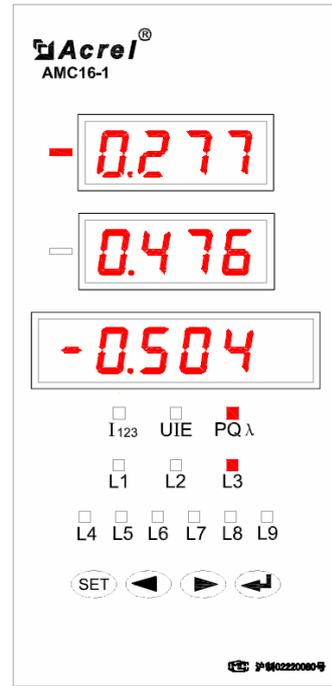

图 6
- 3) 图 6 显示的电参量从上到下依次为第 3 路负载的有功功率-0.277kW、无功功率 0.476kW 和功率因数-0.504。